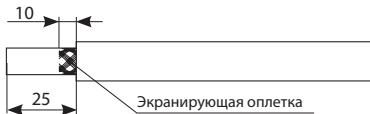

Рис. 8
5.2.1. Разрезать ножом и снять оболочку со второго конца нагревательной ленты. Подрезать экранирующую оплетку, оставив не менее 10 мм (см. рис. 8).